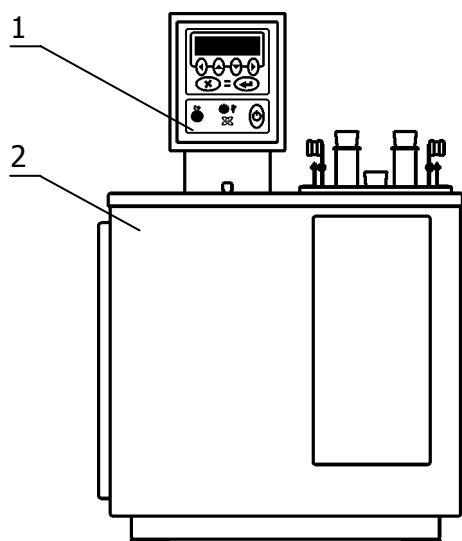
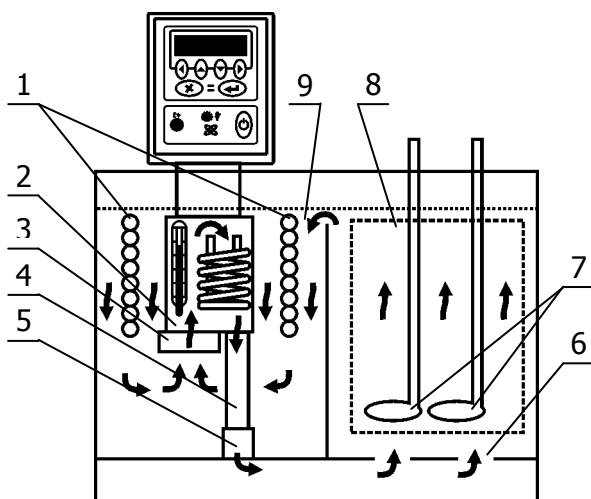

Рисунок 1 — Внешний вид термостатов «КРИО-ВИС-Т-06»
Рисунок 2 — Устройство термостата
1.4.2 Конструкция термостатов состоит из блока регулирования температуры 1 и корпуса 2 (рисунок 1), внутри которого расположены: основная 9 и рабочая 8 ванны (рисунок 2). В корпусе термостатов также размещена холодильная машина. В основной ванне, кроме погружаемой части блока регулирования, расположен теплообменник 1 (рисунок 2), по которому прокачивается хладагент при работе холодильной машины.
1.4.3 Работа термостатов заключается в поддержании заданной температуры циркулирующего теплоносителя и обеспечении равномерного температурного поля в рабочей ванне. Циркуляция теплоносителя обеспечивается центробежным насосом 3 (рисунок 2), расположенным в блоке регулирования температуры.
1.4.4 Поддержание заданной температуры теплоносителя посредством нагрева осуществляется блоком регулирования температуры 1 (рисунок 1). Управление режимами регулирования температуры теплоносителя описано в документе «ТКЛШ 3.222.009-03 РЭ. Блок регулирования температуры погружной циркуляционный «М03».
1.4.6 Циркуляционный насос 3 блока регулирования температуры забирает теплоноситель из основной ванны 9 и нагнетает его в резервуар 2 с нагревателем и датчиком температуры. В резервуаре температура теплоносителя регулируется и, далее, через выходную трубку 4, вставленную в муфту 5, и рассекаль 6, теплоноситель поступает в рабочую ванну 8. Далее из рабочей ванны, переливом через верхний край, теплоноситель возвращается в основную ванну 9. Благодаря этому происходит постоянный теплообмен между основной и рабочей ваннами и поддержание заданной температуры теплоносителя. В рабочую ванну устанавливаются вискозиметры 7 (или корзина с пробирками) (рисунок 2).